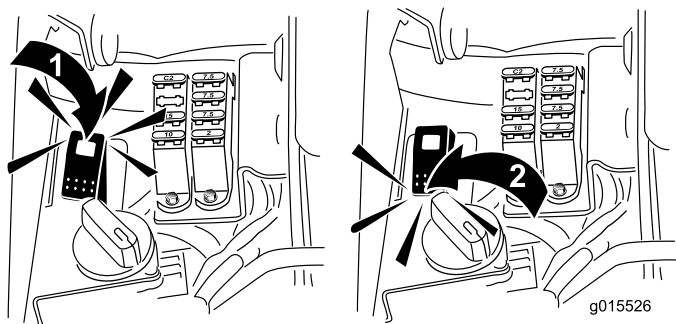

図 53
5. バックラップスイッチを逆転（R）位置にセットする（図 53）。